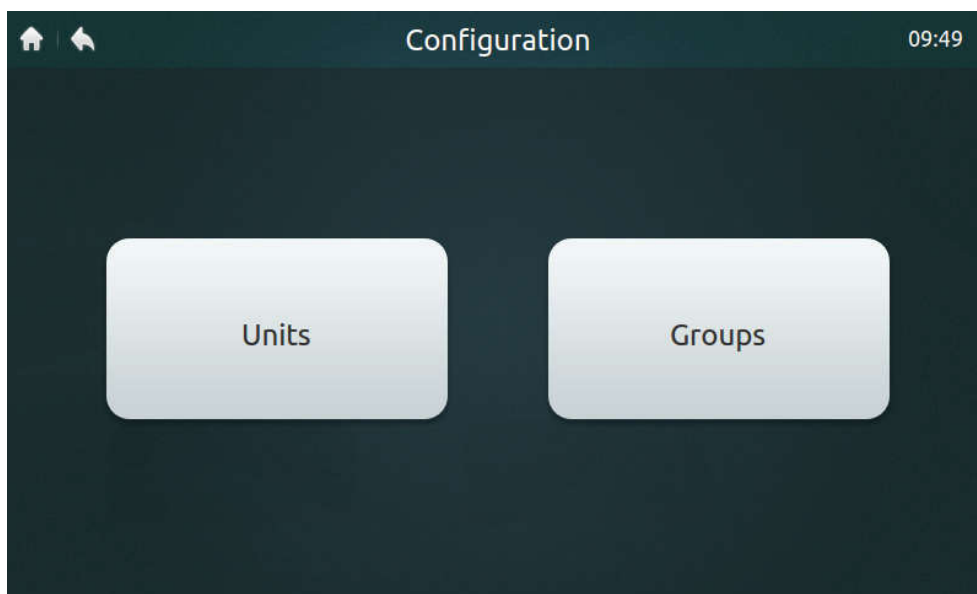
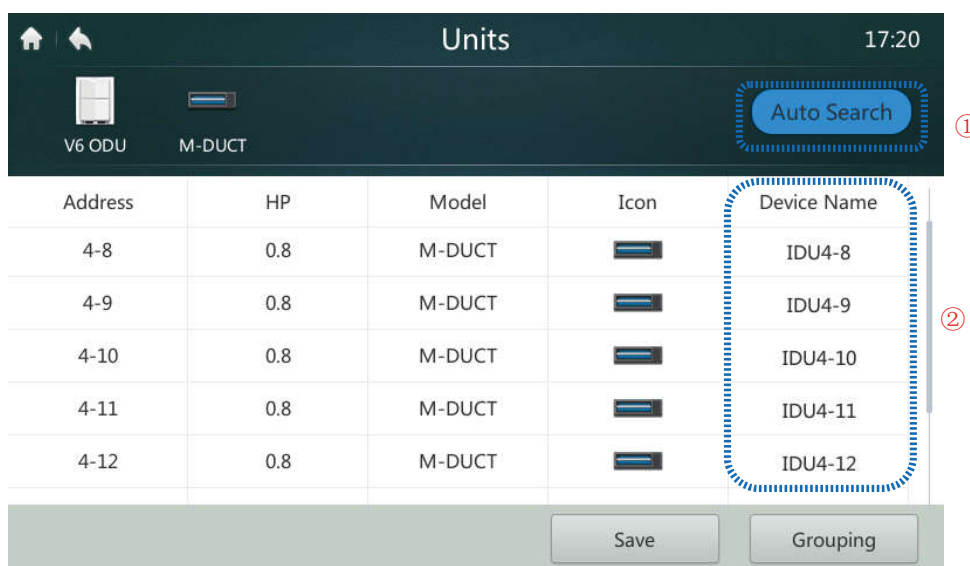
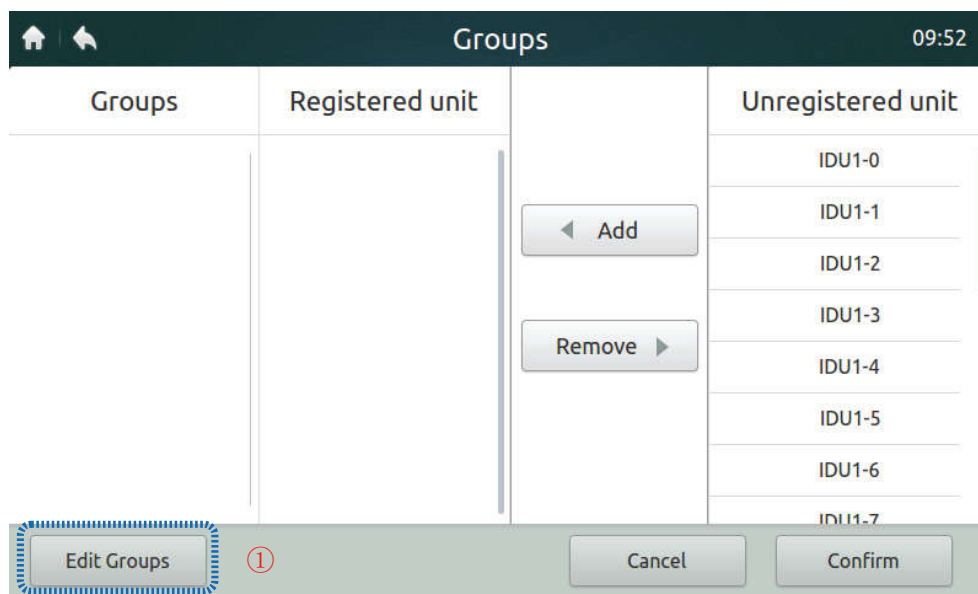
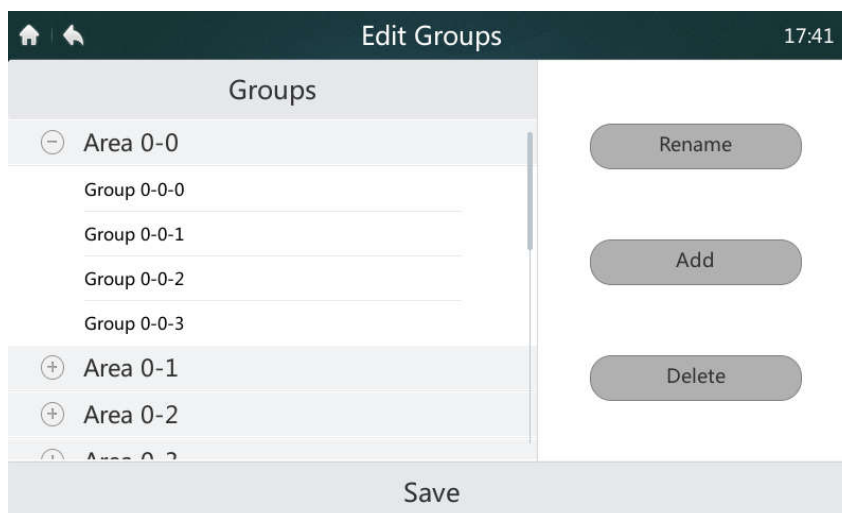

Abb. 35: Homepage der Installations-Schnittstelle
Abb. 36: Units-Seite zur Installation der Geräte
Abb. 38: Homepage 1 der Groups-Seite (Gruppen)
Abb. 39: Gruppen bearbeiten
1 Klicken Sie auf die Taste „Units“ (Geräte), die in Abb. 35 gezeigt ist, um in die Schnittstelle zu wechseln, die in Abb. 36 gezeigt ist.
2 Klicken Sie auf die Taste „Auto Search“ (automatisch Suchen) mit der Bezeichnung „1“ in Abb. 36. In der Schnittstelle erscheinen die angeschlossenen Geräte. In der Tabelle erscheinen Adresse der Inneneinheit (Address), Leistung der Inneneinheit (HP), Typ der Inneneinheit (Model) (der richtige Typ kann nur bei der zweiten Generation der Inneneinheiten angezeigt werden, die anderen Typen sind Inneneinheiten der ersten Generation), Typ-Icon (der richtige Typ kann nur bei
3 Der Standardname des Gerätes heißt „IDU + Netzwerkadresse_der_Außeneinheit – Adresse_der_Inneneinheit“. Der Gerätename kann vom Benutzer geändert werden. Klicken Sie auf die Stelle mit der Bezeichnung „2“ in Abb. 36, um eine Tastatur im unteren Bereich des Displays anzeigen zu lassen, wie in Abbildung weiter unten gezeigt. Bearbeiten Sie den Gerätenamen auf der entsprechenden Adresse, dann klicken Sie auf „Confirm“ (Bestätigen).
1. Klicken Sie auf die Taste „Groups“ (Gruppen) mit der Bezeichnung „2“ in Abb. 35, um in die Gruppenansichtsseite zu wechseln, die in Abb. 38 gezeigt ist. In Abb. 38 wird die Schnittstelle in einem Zustand ohne angelegte Gruppen angezeigt.
2. Legen Sie zuerst eine Gruppe an. Klicken Sie auf die Taste „Edit Groups“ (Gruppen bearbeiten) mit der Bezeichnung „1“ in Abb. 38, um in die Schnittstelle zu wechseln, die in Abb. 39 gezeigt ist.
- 3 Die Gruppen können in zwei Ebenen aufgeteilt werden (z. B. Ebene 1 – Ort; Ebene 2 – Gruppe). In der Ebene 1 können bis zu 10 Gruppen erstellt werden. In der Ebene 2 können bis zu 5 Gruppen erstellt werden. Klicken Sie auf die Taste „Add“ (Hinzufügen), wie in Abb. 38 gezeigt, um eine Gruppe der ersten Ebene standardmäßig hinzuzufügen. Klicken Sie, um eine Gruppe der 1. Ebene auszuwählen. Klicken Sie auf die Taste „Add“ (Hinzufügen), um eine Gruppe der 2. Ebene hinzuzufügen. Wählen Sie die gewünschte Gruppe aus, und klicken Sie auf „Delete“ (Löschen), um die Gruppe zu löschen.
- 4 Wählen Sie eine Gruppe aus, und klicken Sie auf „Rename“ (Umbenennen), wie in Abb. 39 gezeigt, um den Gruppennamen zu bearbeiten.
- 5 Klicken Sie auf die Taste „Save“ (Speichern) im unteren Bereich der Seite, wie in Abb. 39 gezeigt, um die bearbeiteten Informationen zu speichern.